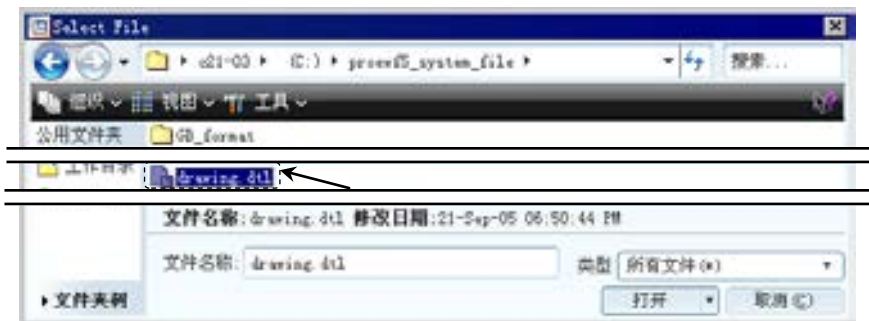

图 10.2.3 “Select File”对话框
③ 在图 10.2.3 所示的“Select File”对话框中，选取 C:\proewf5_system_file 目录中的文件 drawing.dtl，单击该对话框中的 **打开** 按钮。
④ 单击“选项”对话框右边的 **添加/更改** 按钮。